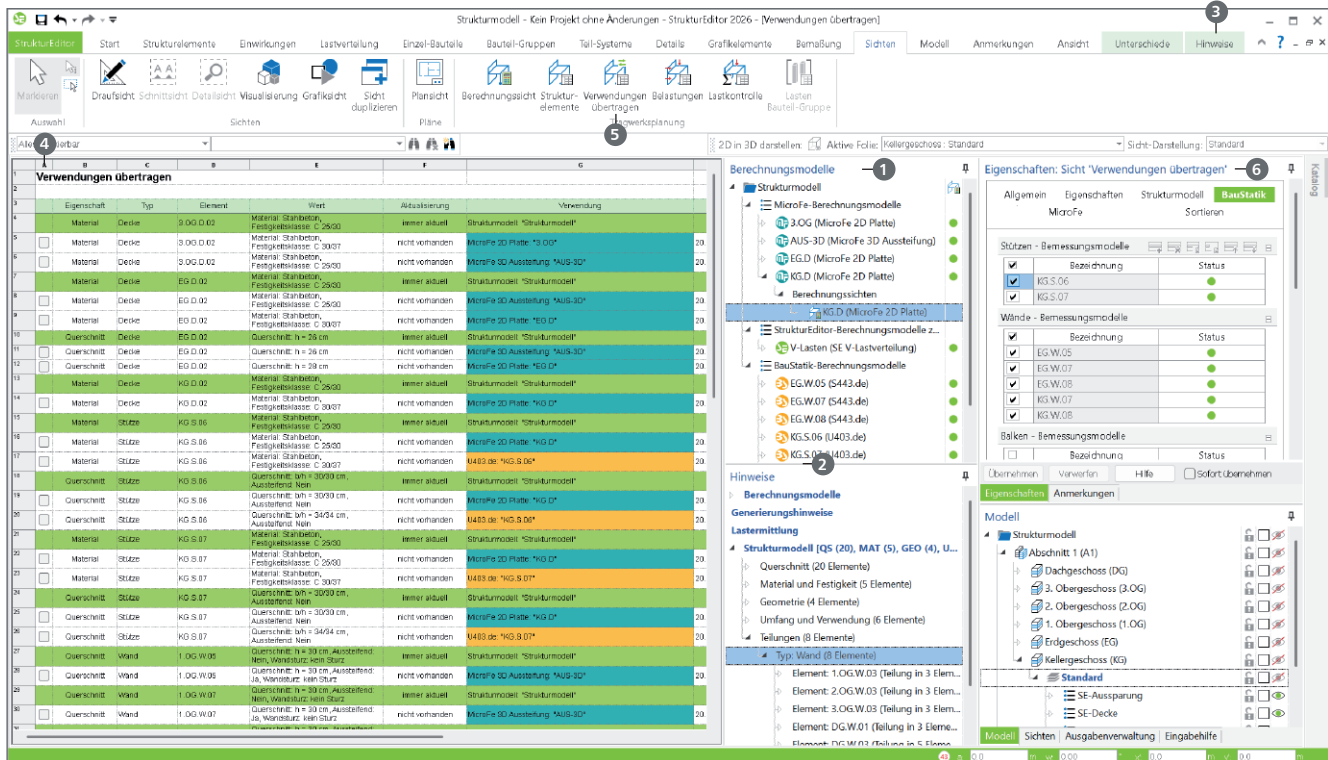

Bild 2. Unterschiede im Fenster Hinweise sowie in den Listsichten
Für einen schnellen Einstieg in den Umgang mit Unterschieden zwischen Verwendungen innerhalb eines Projekts werden im Folgenden die wichtigsten Grundlagen erläutert. Die Verankerung in der Benutzeroberfläche ist in Bild 2 dargestellt.
Zuerst sollte geprüft werden, ob Unterschiede im Projekt vorliegen. Dies wird am schnellsten über das Fenster „Hinweis“ (Bild 2, ②) erreicht. Für das aufgeführte Beispiel liegen 43 Unterschiede vor.